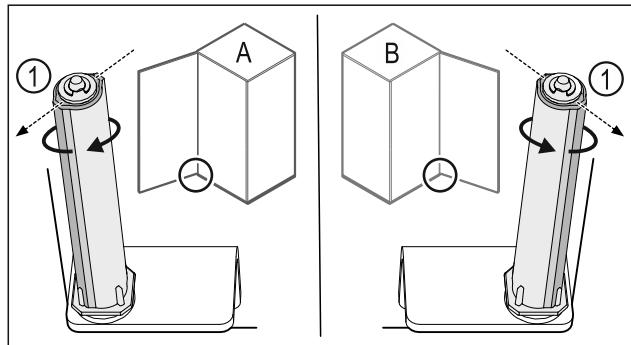

Fig. 45 Kreisais atbalsts (A) / labais atbalsts (B)
- Grieziet slēgšanas sistēmu pret pretestību, līdz slēgšanas sistēmas balstiņš Fig. 45 (1) ir vērsts uz augšu.